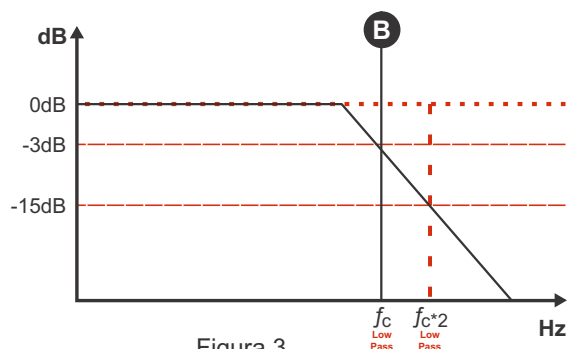

Figura 3
- Para utilização do filtro passa baixa como na "Figura 3", posicione a chave na posição "ON" e o controle variável "HIGH" na frequência onde deseja efetuar o filtro entre 50Hz e 500Hz (B).